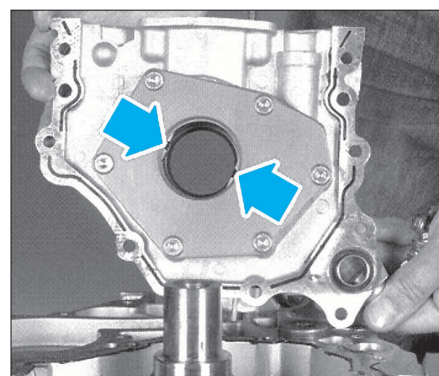

FIG. 29
- Poser un joint torique neuf, puis engager la pompe à huile sur le vilebrequin en alignant les deux méplats de la pompe sur ceux du vilebrequin (Fig.29).